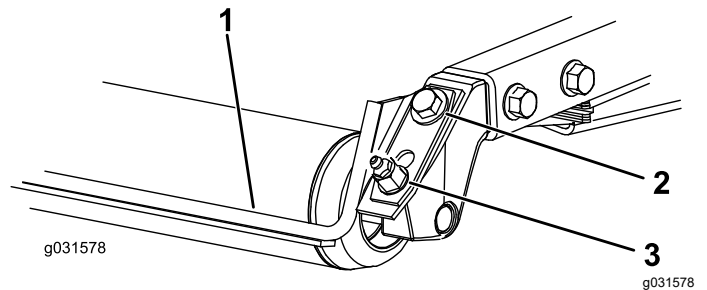

Figure 15
1. Desserrez le graisseur et la vis de fixation (Figure 15).